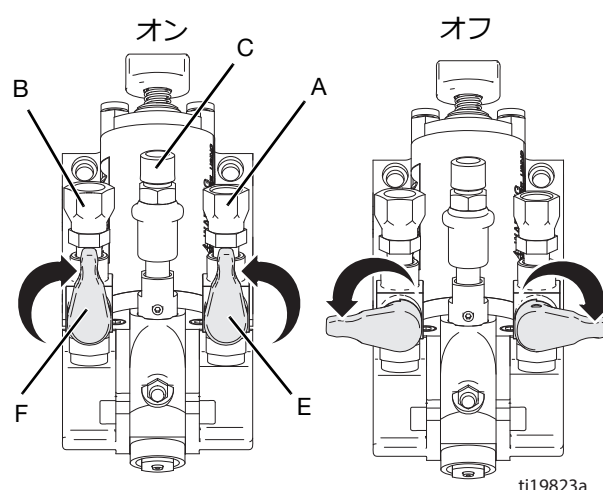

図 3 材料バルブ
2. 両方の材料バルブ (E、F) をオフにして閉じます。図 3。